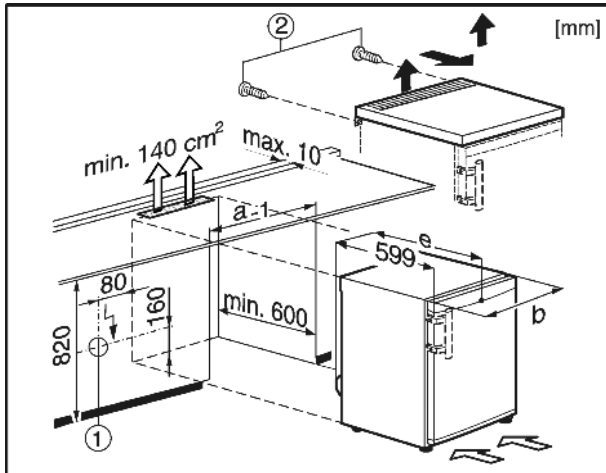

Fig. 7
La prise Fig. 7 (1) ne doit alors pas se trouver à l'arrière de l'appareil pour être facilement accessible.
- Retirez les vis Fig. 7 (2) à l'arrière.